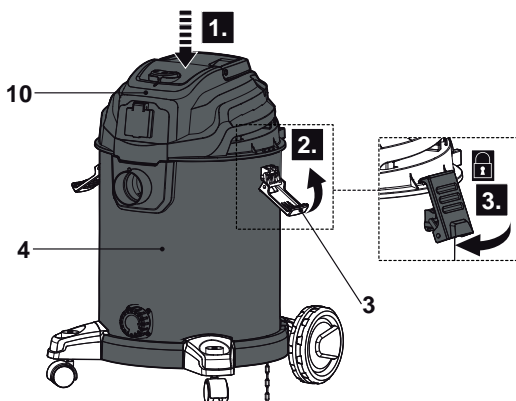

Fig. 11
- > Coloque la unidad del motor (10) con la funda de espuma (22) en el depósito (4) y fíjela con las abrazaderas de plástico (3) (Fig. 11). Compruebe que la unidad del motor encaja bien en el depósito y que la conexión esté bien sellada.